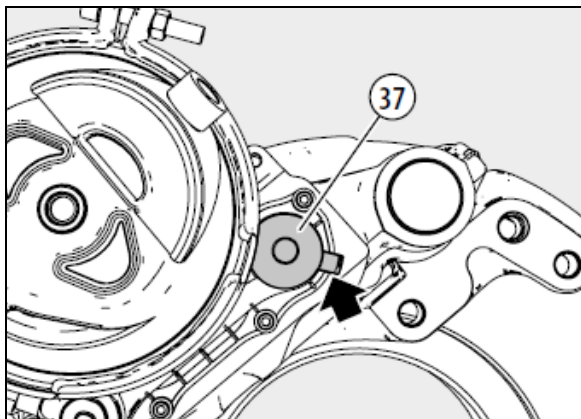

Figure 37: Positionnement de l'embout du capuchon
16. Si nécessaire, nettoyez la face de contact du capuchon. Enduire légèrement de graisse blanche (disponible sous la réf. I114525, K093430 ou I132868) la face de contact du capuchon. L'embout du capuchon de la vis de réglage (37) doit être positionné comme représenté par la flèche sur le schéma ci-contre, afin de garantir l'accès en cas de démontage ultérieur (voir Figure 37).